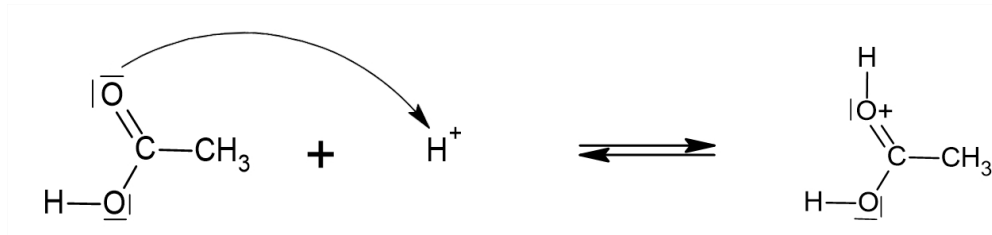

Figure 2. Première étape du mécanisme réactionnel
Le mécanisme réactionnel de la synthèse de l'acétate d'éthyle est modélisé par plusieurs actes élémentaires, dont le premier est représenté sur la figure 2.
**Q.2.** Justifier le sens de la flèche courbe de la figure 2.